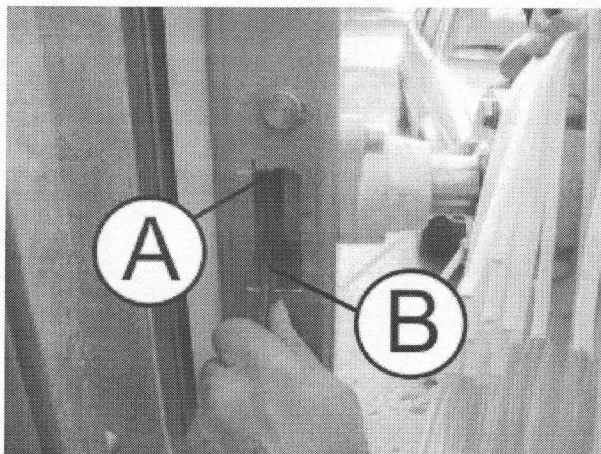

Fig. 046
3. Loosen groove nut (A) with sickle spanner (B) a little (Fig. 046)
18. Tighten groove nuts (A) (Fig. 046).